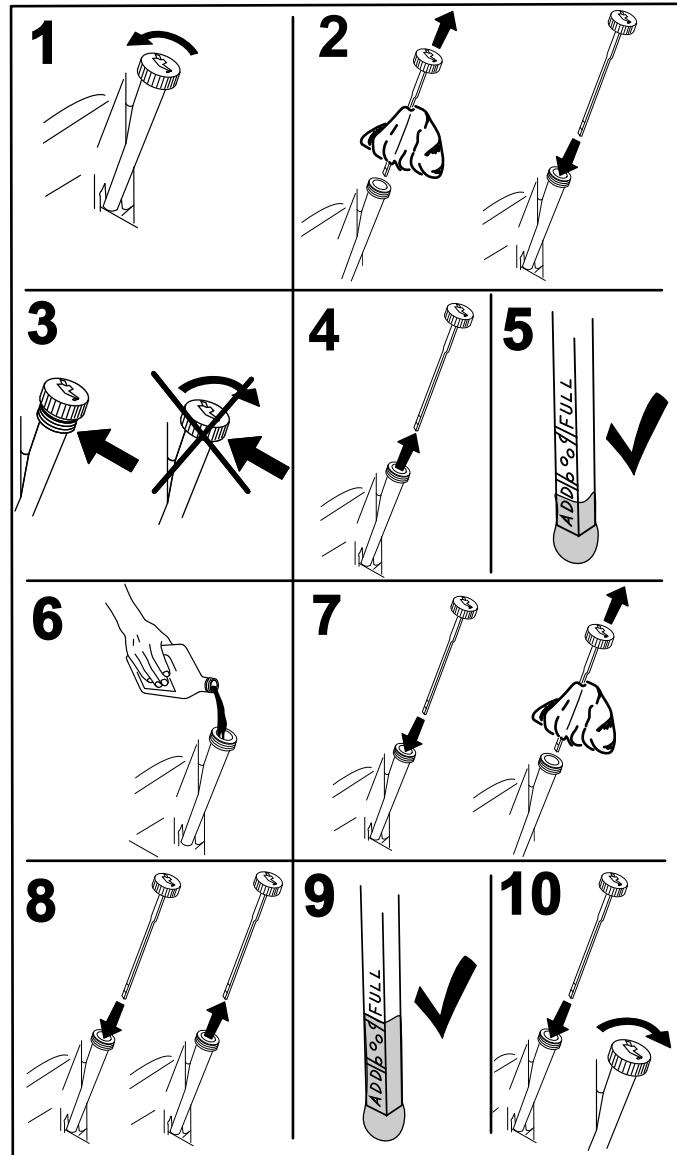

Figure 43
- Avant de quitter la position de conduite, coupez le moteur, enlevez la clé de contact et attendez l'arrêt de toutes les pièces mobiles (Figure 43).